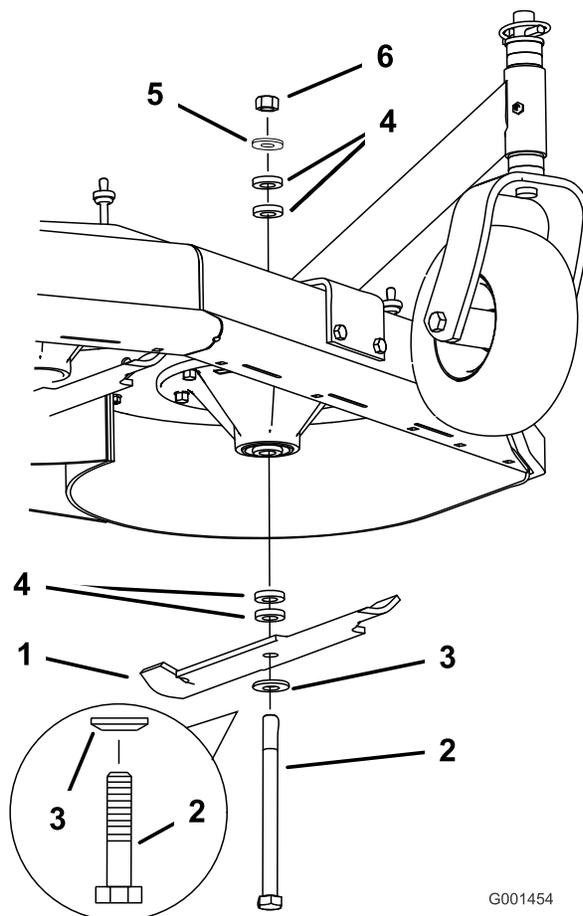

Figure 16
2. Retirez de l'axe, l'écrou, le boulon de lame, la rondelle bombée, la lame, les entretoises et la rondelle mince (Figure 16).
1. Installez le boulon, la rondelle bombée et la lame. Choisissez le nombre d'entretoises correct pour la hauteur de coupe, et insérez le boulon dans l'axe de la lame (Figure 16).
2. Posez la ou les dernières entretoises et fixez-les en place avec une rondelle mince et un écrou (Figure 16).